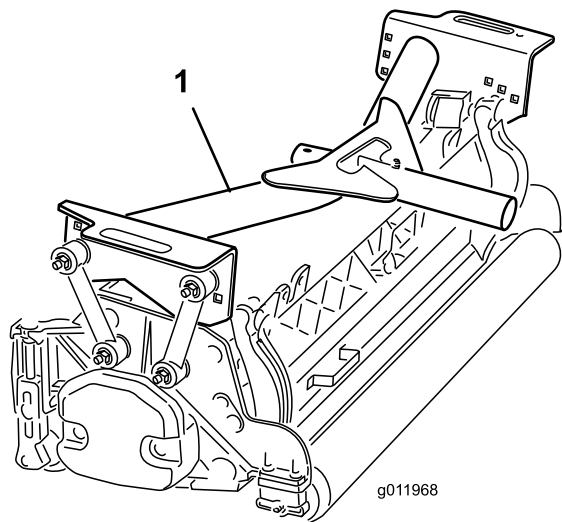

Figura 16
2. Posicione uma estrutura de suporte dianteira (Figura 16) em cada unidade de corte frontal.